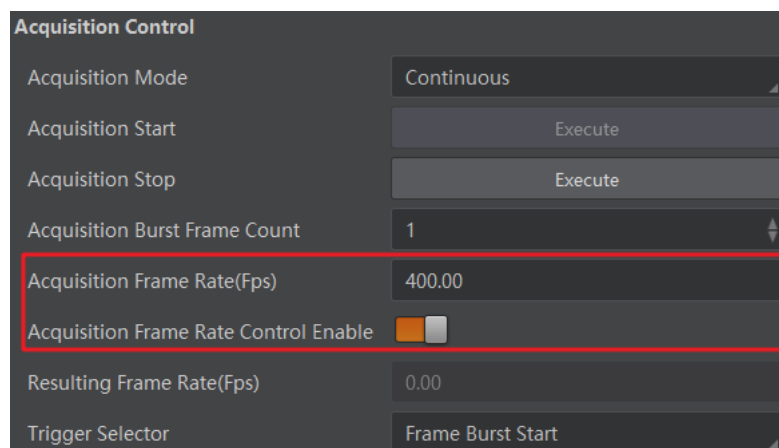

图3-1 帧率设置
2. 启用参数 *Acquisition Frame Rate Control Enable*，如图 3-1 所示。